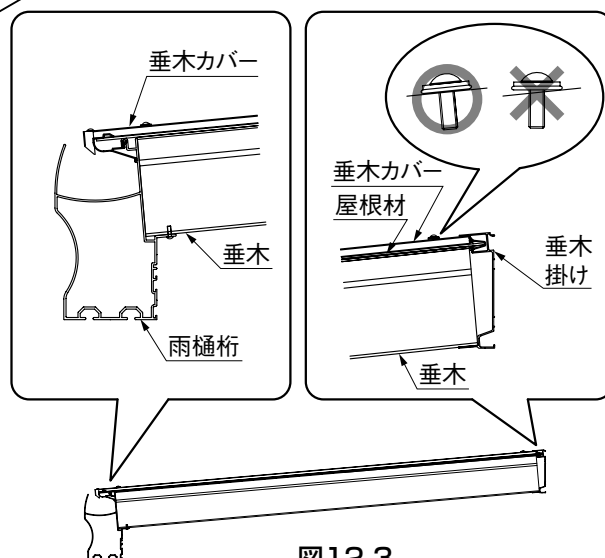

図12-3
- 確実に屋根材が納まるように施工してください。雨漏りするおそれがあります。(図12-3参照)
- 確実に垂木カバーが納まるように施工してください。雨漏りするおそれがあります。(図12-3参照)
- 垂木カバー、妻垂木カバーは垂木掛け奥まで確実に挿入してください。(図12-3参照)